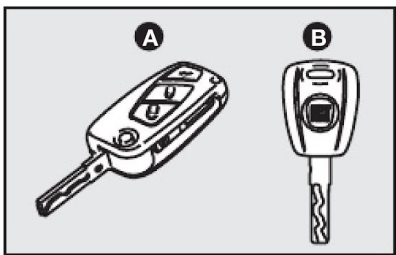

fig. 1
### CHAVES - fig. 1
- chave principal tipo canivete **A-fig. 1**.
- chave reserva **B-fig. 1**.
Para algumas versões a chave reserva também é do tipo canivete **A-fig. 1**.
- abertura/fechamento das portas por meio do controle remoto. (chave **A-fig. 1**).